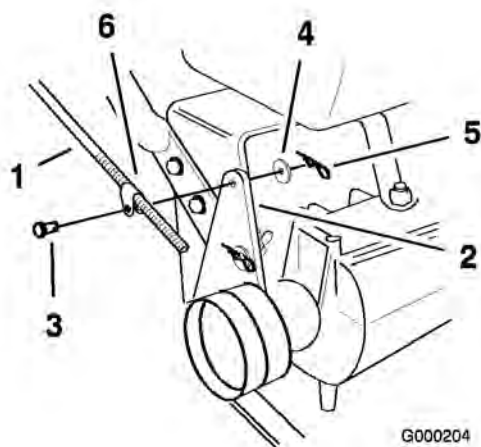

Figura 16
- Saque el pasador de horquilla, la arandela y el pasador que sujetan el acoplamiento de la varilla de control con el soporte de la polea tensora (Figura 16).